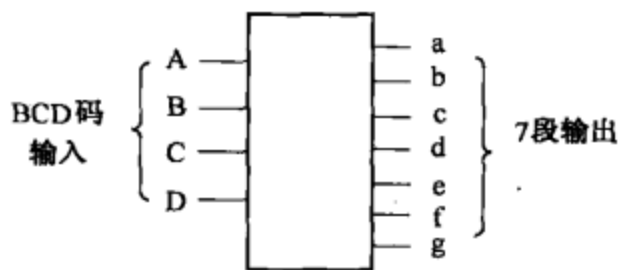

图 8-52
(1) 图 8-52 所示为 BCD 码-7 段显示译码器电路符号, A、B、C、D 为 4 个 BCD 码输入端; a~g 为 7 个输出端, 分别控制 7 段数码管的 7 个笔画。当输入 4 位 BCD 码时, 相应的输出端便会驱动 7 段数码管显示出该 4 位 BCD 码所代表的十进制数字。